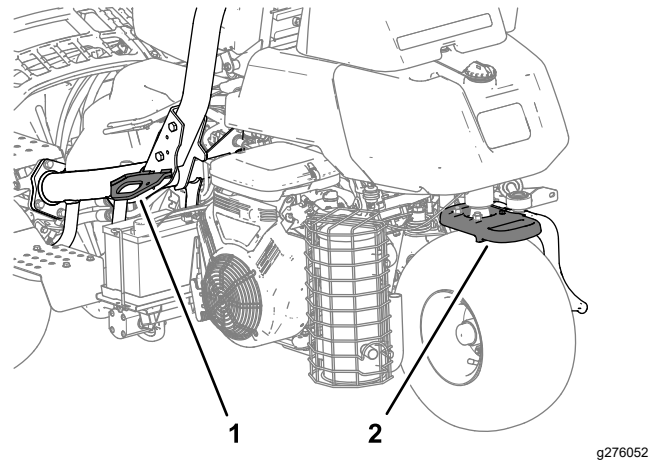

Figura 29
- Prenda a máquina de forma segura utilizando correias, correntes, cabos ou cordas. As correias frontal e traseira devem estar dirigidas para baixo e para fora da máquina (Figura 29).